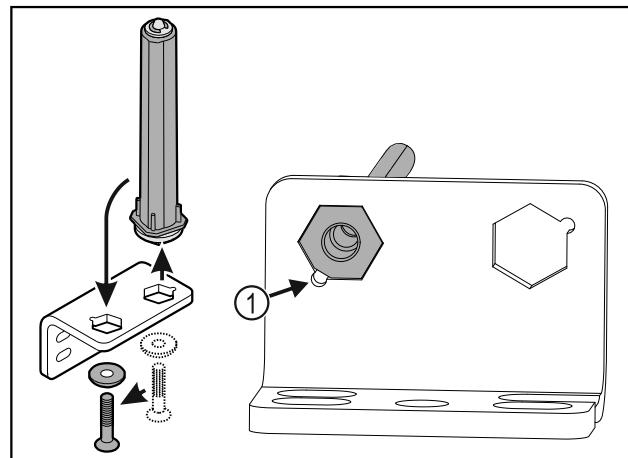

Fig. 35
- Звертати увагу на те, щоб при вставці нахил пальця Fig. 35 (1) показував на круглий отвір.